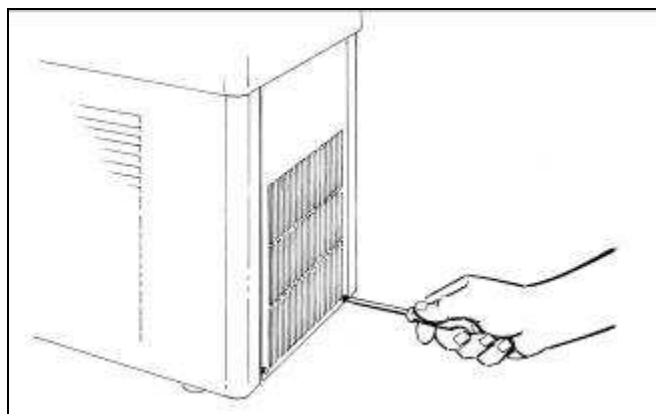

Fig. 27
- Rimuovere il pannello posteriore svitando le due viti che lo trattengono nella sua parte inferiore (fig.27).